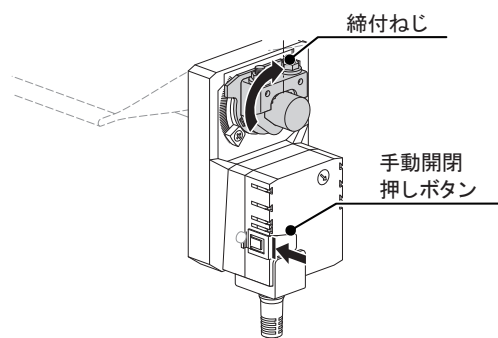

図8
(3) 手動開閉押しボタンを押しながら、手動で締付ねじが垂直になる位置までダンパ操作器を操作します。（『図8』を参照）